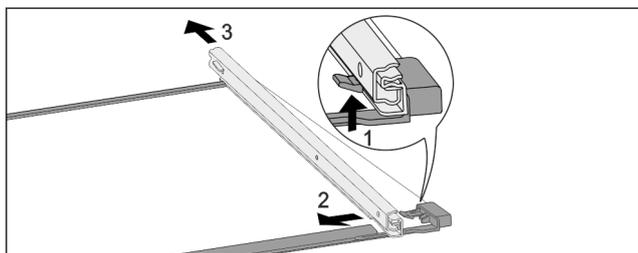

Fig. 81 Glasplaat met rails
- ▶ Voorste vergrendelhaak naar boven duwen. Fig. 81 (1)
- ▶ Uitschuifrail naar de zijkant Fig. 81 (2) en naar achteren Fig. 81 (3) wegschuiven.